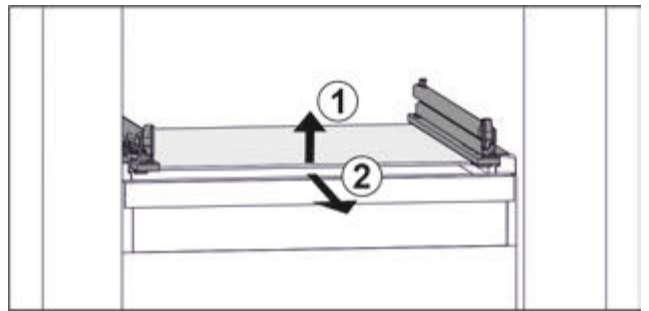

Fig. 53 Приблизне відображення скляної пластини
- Підняти скляну пластину спереду. Fig. 53 (1)
- Вийняти скляну пластину рухом вперед. Fig. 53 (2)